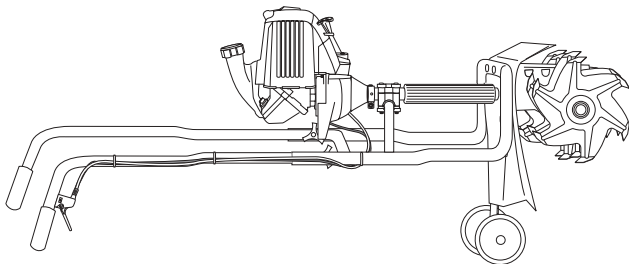

Fig. 17
2. Coloque la unidad sobre una superficie plana y pareja con el cultivador en posición horizontal para obtener una lectura correcta del nivel de aceite (Fig. 17).